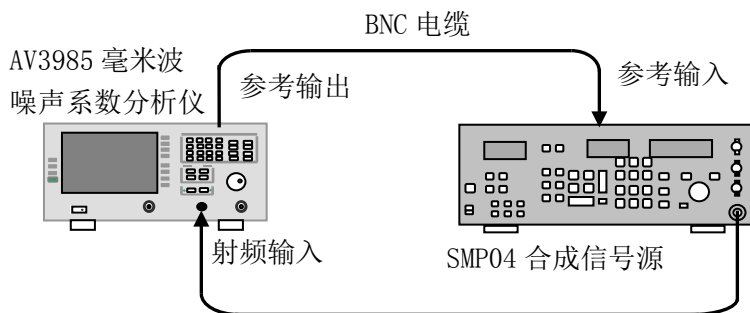

图 10-2 频率调谐准确度测试框图
- 1) 如图 10-2 所示连接测试设备, 开机预热 30min。